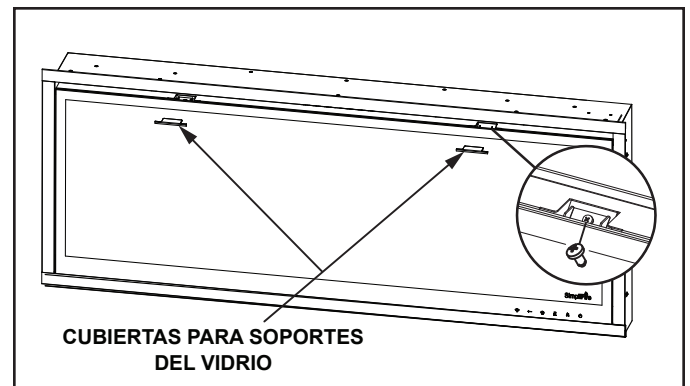

Figura 7.6 Fijación del vidrio
2. Apoye el borde superior del vidrio contra el dispositivo y fíjelo con dos (2) tornillos ST4×8.
3. Coloque las cubiertas de los soportes del vidrio sobre los tornillos para cubrirlos. Consulte la Figura 7.6.